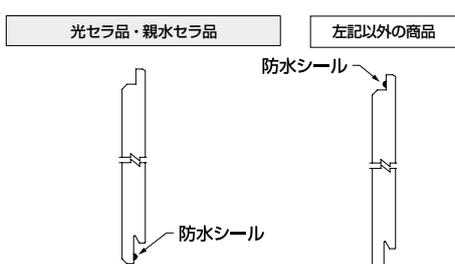

図1.防水シールの位置
- 光セラ品・親水セラ品は防水シールの取付け位置が他の商品(親水パワーコート品・親水15・親水16)と異なります。(図1)